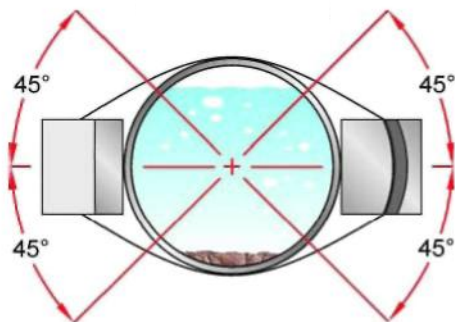

Рис. 2.1
Необходимо правильно расположить их, чтобы обеспечить наибольшую точность измерений. На горизонтальных трубопроводах датчики должны устанавливаться на расстоянии 180 градусов друг от друга и, как минимум, на расстоянии 45 градусов от самого верха и самого низа трубы (см. рис. 2.1.) **Данный рисунок не подходит для вертикальных трубопроводов.**
3. Сложите бумагу по линии сгиба. Пометьте линию сгиба. Пометьте на трубе то место, где будет установлен датчик. См. Рис. 2.1 для выбора места установки. Оберните бумагу вокруг трубы, прикладывая один из углов к метке на трубе. Перейдите к другой стороне трубы и сделайте пометки на трубе по краям линии сгиба. Начиная от линии сгиба, отмерьте расстояние к противоположной стороне трубы до места установки второго датчика.